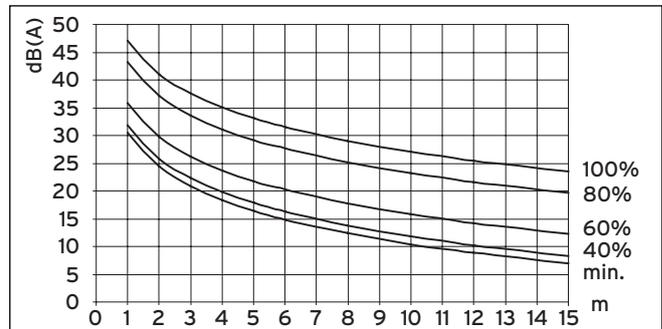

Abb. 6.1 Schalldruckpegel einer Außeneinheit in dB(A) in Abhängigkeit von der Entfernung und der Lüfterdrehzahl für VWL 61/3 S bei Freifeldaufstellung
- Wählen Sie die Einstellung so, dass die gesetzlich geforderten Immissionswerte für Lärm außerhalb von Gebäuden eingehalten werden (→ **Abb. 6.1 bis 6.5 und Tab. 6.1**).